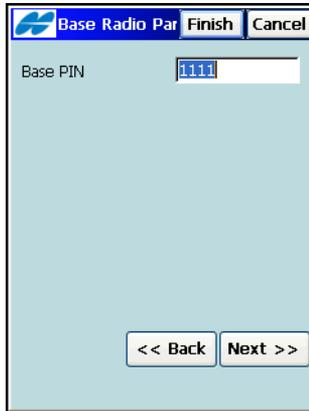

Abbildung 4-17. Mobilfunkparameter für Basisstationen
- Beim internen HiPer GSM, HiPerXT GSM, CR-3 (GSM), CR3Satel (GSM), Motorola V60, Motorola V710, MultiTech GSM/GPRS, Siemens TC35, Siemens M20, Wavecom Fastrack GSM oder Nextel i58sr (letztere Mobiltelefone) muss die Basis-PIN eingegeben werden (siehe Abbildung 4-17 auf Seite 4-14).